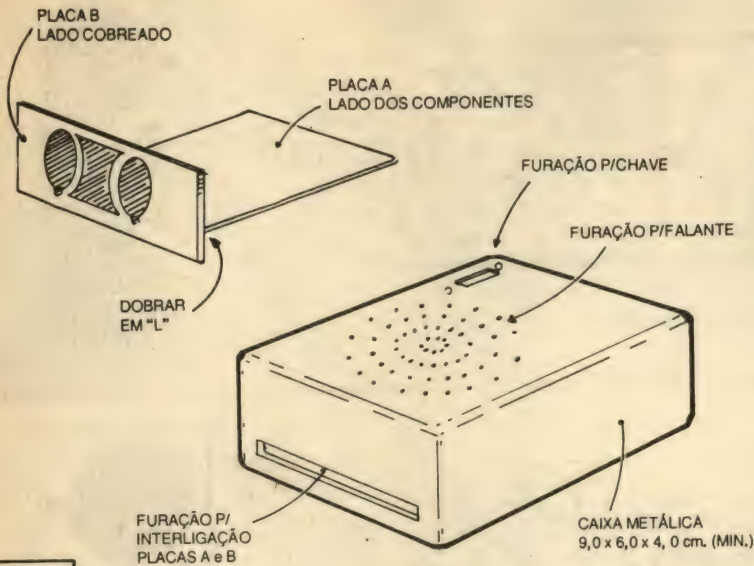

Fig. 5
- FIG. 5 - DISPOSIÇÃO FINAL DAS PLACAS - "ENCAIXAMENTO" - Conforme dito no final do item anterior, as placas devem ser posicionadas guardando um ângulo de 90° (em "L"...), como mostra o primeiro item da figura... Na placa menor ("B"), as partes cobreada (formadas pelos dois círculos e aquele "miolo" entre eles...) deve ficar voltada para "fora" do "L". A caixa (de preferência metálica, conforme já mencionado...) deve receber as furações sugeridas no segundo item